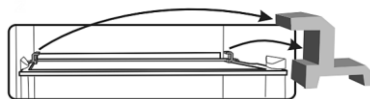

Fig. 5
9. Retire todas as peças vermelhas das prateleiras (fig. 5), são necessárias apenas para o transporte.